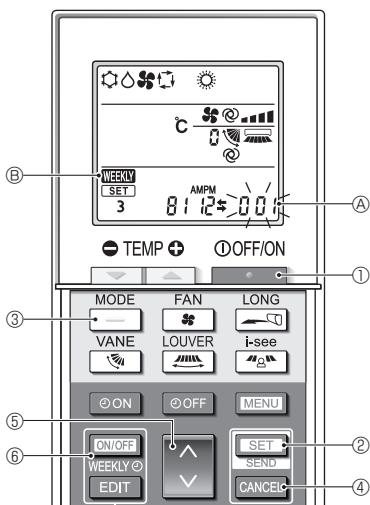

Fig. 5-12
5.10.8. Cómo desactivar el funcionamiento en modo Auto (Fig. 5-12)
1.Pulse el botón ① para detener el acondicionador de aire.
• Si el temporizador semanal está activado, pulse el botón ⑥ para desactivarlo. (⑥ desaparece).
2.Pulse el botón ② durante 5 segundos.
3.Pulse el botón ⑥.
4.Completar los ajustes (Fig. 5-12)